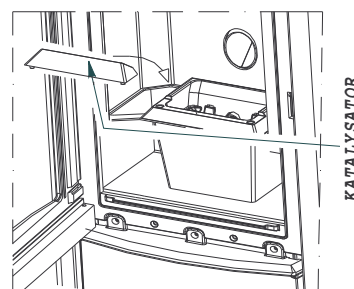

ABBILDUNG 2
- **TÄGLICH:** Den Brennpf von Verbrennungsrückständen säubern, Brennpf und Katalysator wieder korrekt einbauen (nachsteh. Abb. 2).
Ein Staubsauger vereinfacht das Entfernen der Asche. Die Scheibe muss mit einem feuchten Tuch oder einem Stück Zeitung gereinigt werden, das zur Kugel geknüllt, befeuchtet und durch die Asche geführt worden ist. Reiben Sie die Scheibe solange ab, bis sie restlos sauber ist. Die Scheibe darf nicht gereinigt werden, wenn der Ofen läuft. Die Scheibe bleibt einigermaßen sauber, wenn das Luftleitelement / Katalysator korrekt so in den Brenner montiert wird, wie es in Abbildung 2 dargestellt ist.